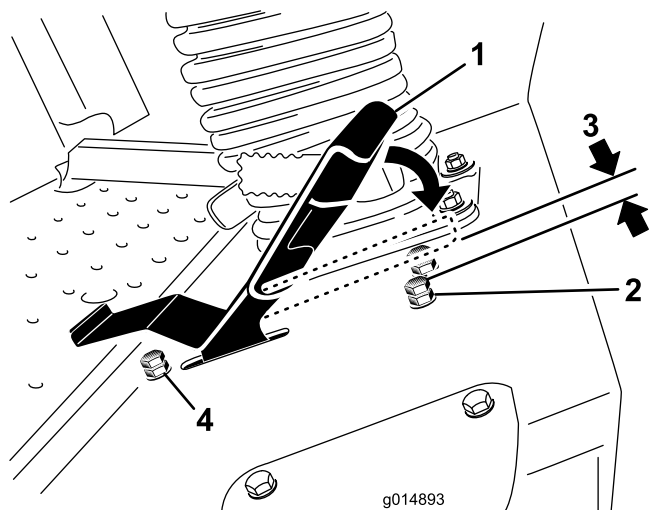

Рисунок 39
- Отпустите зажимную гайку на упорном болте педали тяги (Рисунок 39).